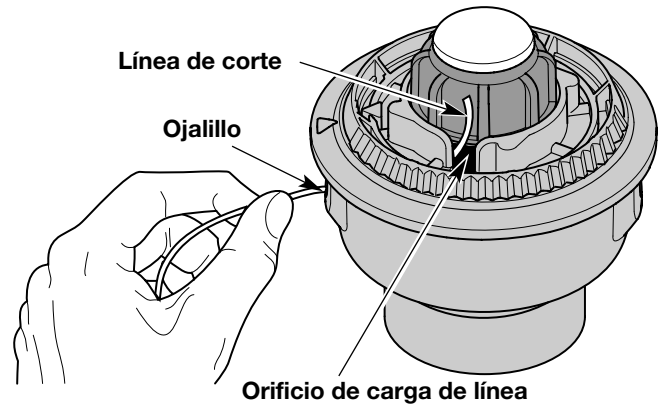

Fig. 9
3. Saque la línea vieja por los orificios de carga y de cierre de línea (Figs. 9 y 10).
4. Inserte una pieza de línea de corte dentro de uno de los ojallillos de la bobina exterior. Páselo hacia arriba a través del orificio de carga del carrete interior (Fig. 9). No doble la línea al insertarla en el ojallillo.